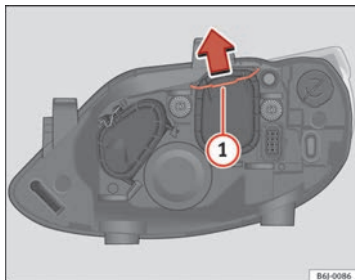

Fig. 156 Anabbaglianti
- Far scorrere il tirante ⇒ fig. 156 ① nel senso della freccia e sfilare la chiusura.